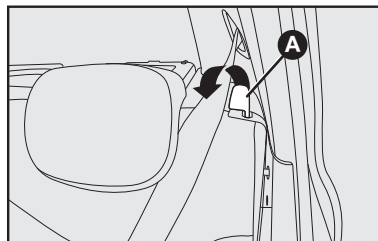

fig. 85
3) Desenganche el respaldo, utilizando las palancas laterales **A**-fig. 85.
En algunas versiones es posible ampliar parcialmente el baúl, inclinando el cojín individual o el doble. Para eso, desbloquee la palanca derecha o izquierda **A**-fig. 85 y incline hacia adelante el cojín deseado hasta obtener una superficie de carga única.
**ADVERTENCIA:** el respaldo del asiento trasero se puede colocar en dos posiciones, según la necesidad de más o menos espacio en el compartimiento de equipajes. Para alterar la posición del respaldo, tire de la palanca **A**-fig. 85.